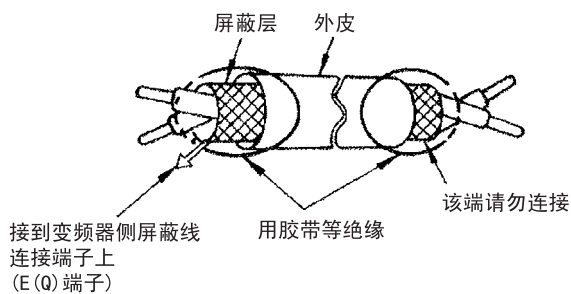

图 2. 23 绞合屏蔽线的末端处理
- 为防止由干扰产生的误动作，控制回路接线请使用多股屏蔽线及多股绞合屏蔽线。请如图 2. 23 所示对其末端进行处理。接线长度请控制在 50m 以下。
- 请将屏蔽线与 E(G) 端子连接。